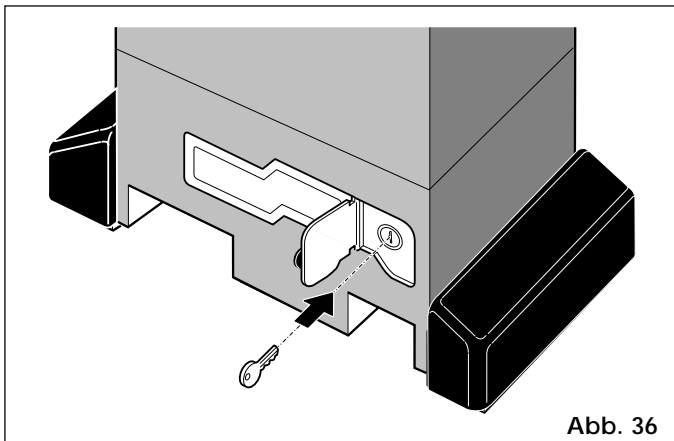

Abb. 36
- 1) Die Schutzklappe öffnen und den mitgelieferten Schlüssel in das Schloß einstecken (Abb.36).